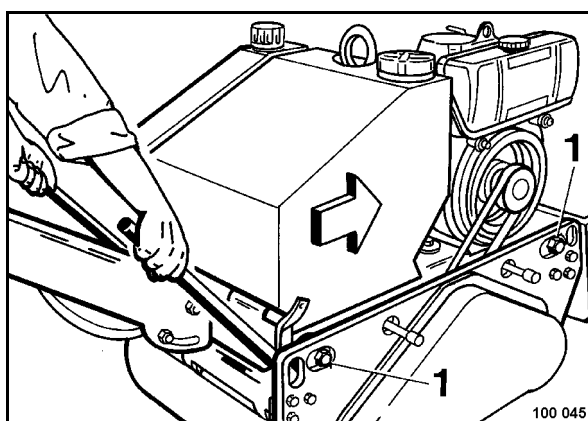

Fig. 71
- Soltar los cuatro tornillos de fijación 1 (Fig. 71) en el bastidor.
- Colocar dos palancas para montar neumáticos entre amortiguador de goma y bastidor y presionar la parte superior hacia delante (Fig. 71).
- Reapretar fuerte los cuatro tornillos de fijación 1 (Fig. 71).